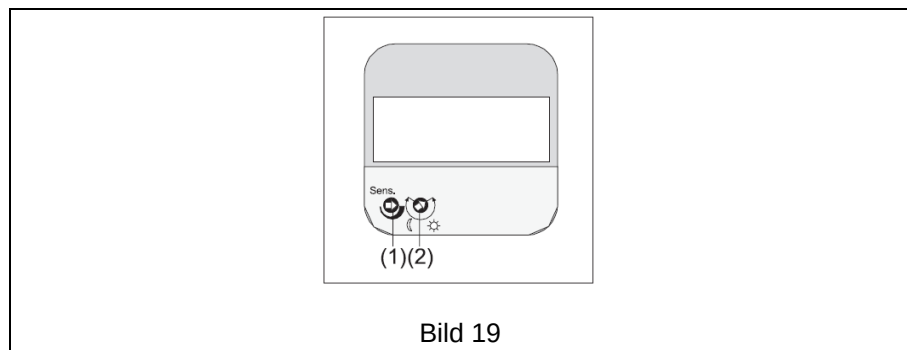

Bild 19
Um die Helligkeitsschwelle zu verändern drehen Sie Potentiometer (2) in die gewünschte Richtung (Bild 19). Wird das Potentiometer (2) auf Endanschlag „Sonne“ (Bild 19) eingestellt, befindet sich der Automatik-Schalter Standard im Tagbetrieb und schaltet somit helligkeitsunabhängig.